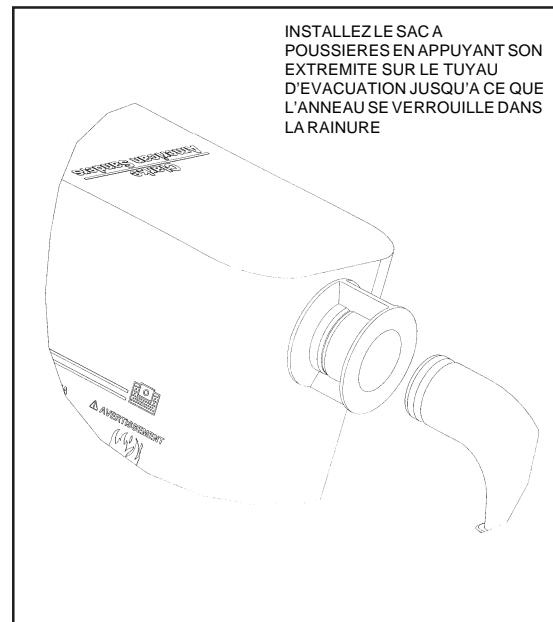

Figure 3.2
1. Installez le sac a poussieres en appuyant son extremite sur le tuyau d'evacuation jusqu'a ce que l'anneau se verrouille dans la rainure (figure 3.2). On y parvient plus facilement en appuyant sur l'arrière de l'ouverture du sac avec la paume de la main.